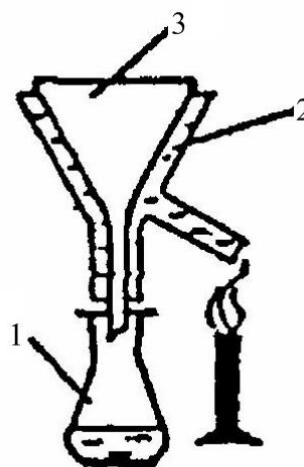

Рис. 3. Установка для гарячого фільтрування розчину:
3. *Фільтрування з обігріванням.* Для очищення від механічних домішок та активованого вугілля гарячий розчин фільтрують через складчастий паперовий фільтр, вміщений у воронку для гарячого фільтрування (рис. 3). Фільтрат збирають у конус та охолоджують.